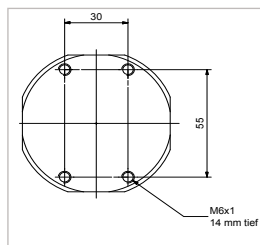
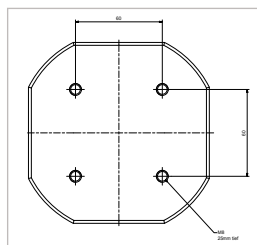

Abbildung 3
Abbildung 4
- Optional kann der T-Filter über die 4 Bohrungen an einer beliebigen Stelle angebracht werden. Befestigen Sie dazu den T-Filter gemäß den Bohrbildern (*Abbildung 3* und *Abbildung 4*).